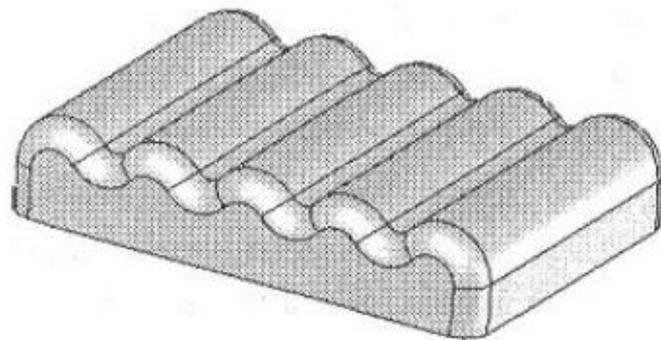

Рис.4.17. Модель со скругленными кромками
2. Установите значение 2,5 в счетчике Radius (Радиус) и щелкните на кнопке **ОК**. Модель после добавления Скруглений на кромки показана на рис. 4.17.